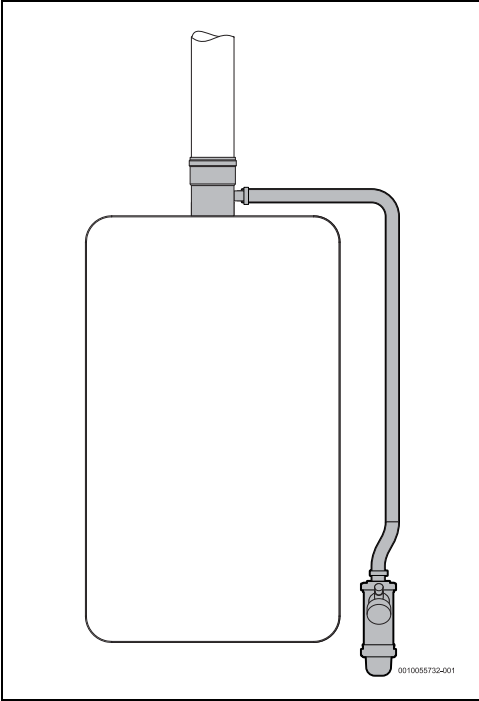

Bild 16 Kondensatsiphon (senkrechter Schacht)
- der Schacht ist senkrecht (Abb. 16) oder